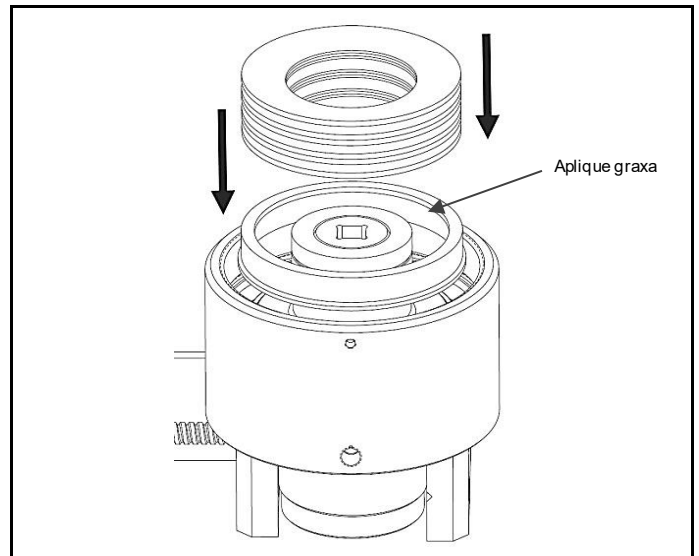

Fig. 4.6 Insira a inserção de mola e as molas de disco, tomando cuidado para que sejam empilhadas corretamente
- Certifique-se de que a disposição de empilhamento da mola do disco é mantida. (Fig. 4.6)